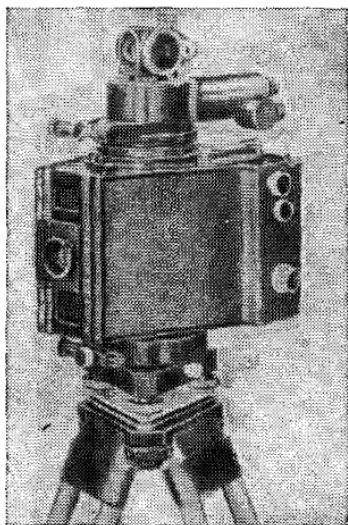

Рис. 28. Фототеодолит Photheo 19/1318
4.14. Фототеодолит Photheo 19/1318 (рис. 28) предназначен для производства наземной фотограмметрической съемки, применяется для составления топографических планов горной и сильно пересеченной местности. Может использоваться при определении деформаций зданий и сооружений, для контроля качества строительно-монтажных работ.